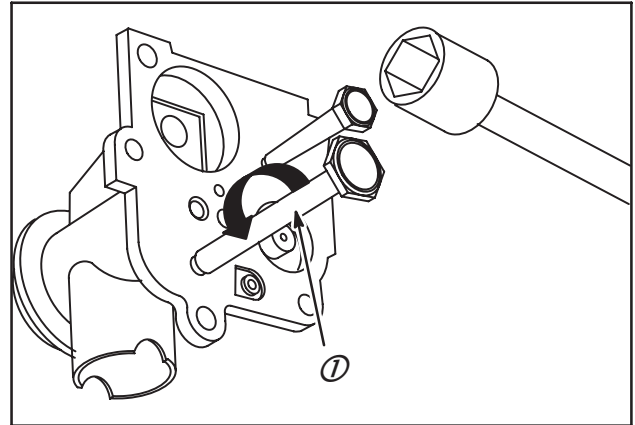

Fig. 23
Les petits tubes d'essence en nylon (1) sont vissés dans le corps du carburateur. Pour les déposer, utiliser la clé à douille hexagonale (3/8" ou 9 mm), comme indiqué à la Fig. 23.
1. Le petit tube plongeur en nylon est vissé dans le corps de carburateur. Pour le déposer, utiliser une clé comme indiqué en Fig. 23.